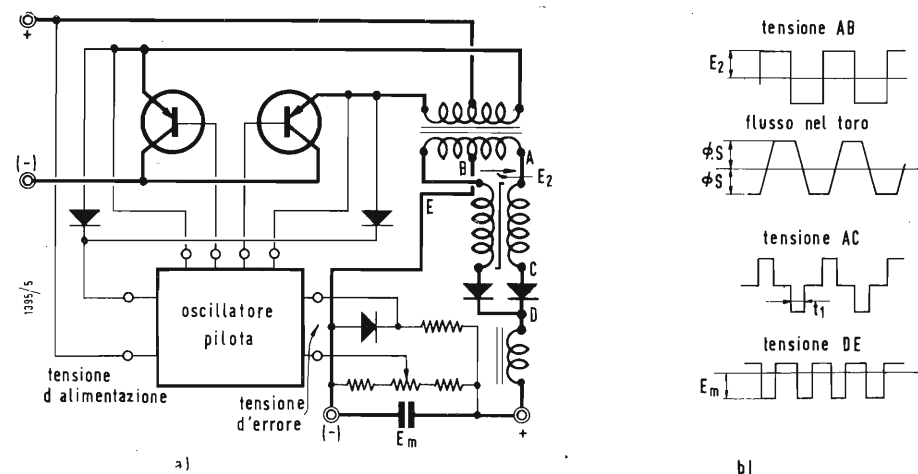

Fig. 1 - Principio di funzionamento e forme d'onda del convertitore.
2. - PRINCIPIO DI FUNZIONAMENTO (fig. 1)
La fig. 1 b mostra le forme di qualcuna delle grandezze di 1 a.
La protezione contro le sovracorrenti è automatica. Infatti come si vede nella fig. 1 a l'oscillatore è alimentato dalla tensione in entrata meno la tensione di